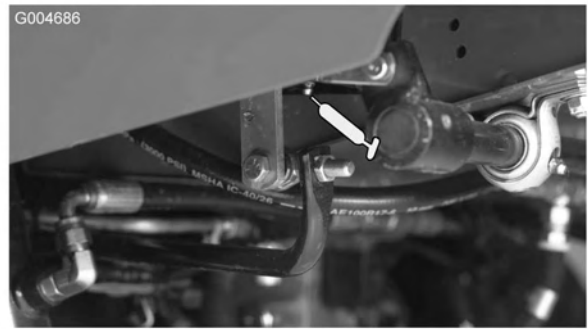

Bild 35
- Fahrpedal-Drehbüchse (1) (Bild 35)